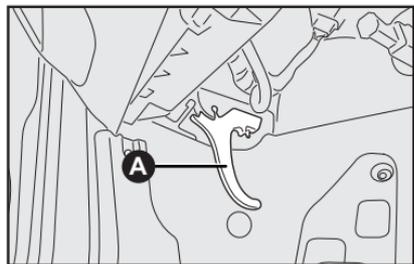

fig. 92
1) Tire de la palanca **A-fig. 92**;